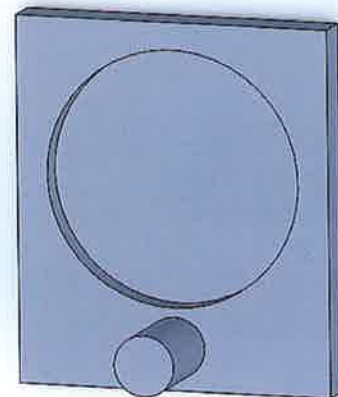

Abb. 6: Ein kreisrunder Stift wird aufgesetzt
3. Einen Stift aufsetzen (siehe Abb. 6).